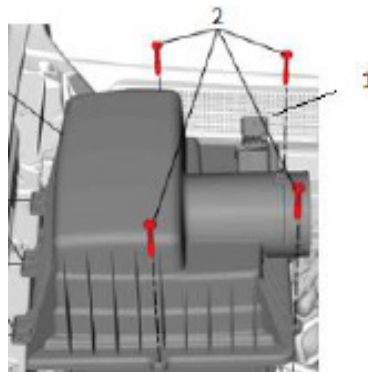

Figure 1
- Débrancher le débitmètre d'air massique (MAF) (1 dans la figure 1). Desserrer le collier de serrage et déposer la conduite de couvercle de moteur du couvercle de la boîte à air d'origine. Desserrer les quatre vis (2) et déposer le couvercle de boîte à air d'origine du boîtier de boîte à air d'origine. Il est difficile de sortir la boîte à air sans d'abord retirer le couvercle.